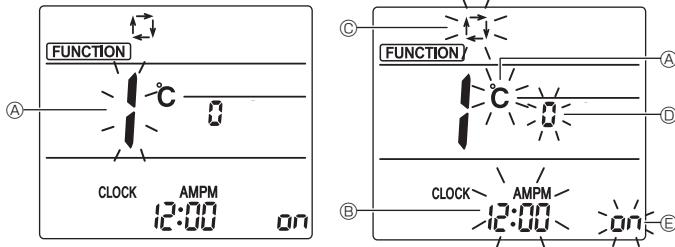

Fig. 5-15
Отобразится экран настройки индикации дисплея. (Fig. 5-15)
5.13.2. Изменение единицы температуры (Fig. 5-15 Ⓐ)
5.13.3. Изменение отображения времени (Fig. 5-15 Ⓑ)
5.13.4. Изменение АВТОМАТИЧЕСКОГО режима (Fig. 5-15 Ⓒ)
5.13.5. Изменение номера пары (Fig. 5-15 Ⓗ)